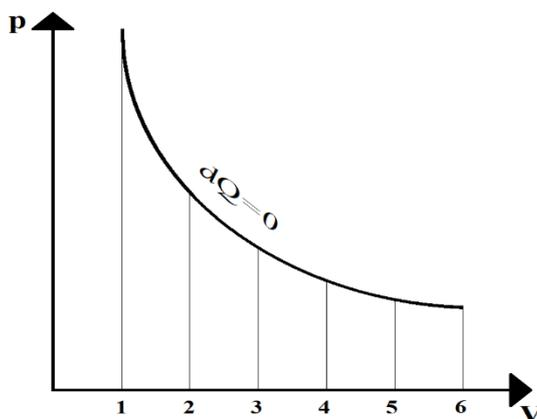

Рис. 2. Рисунок к задаче № 51
Величину работы полного расширения (рис. 2) находим по уравнению (38):